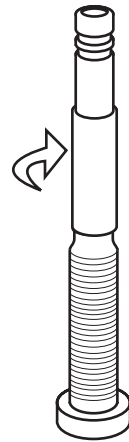

Figure 47. Vissez le prolongateur sur la valve en le tournant dans le sens des aiguilles d'une montre.
3. Vissez le prolongateur externe sur la valve en le tournant à la main avec fermeté dans le sens horaire. Avis : Ne serrez pas excessivement car cela pourrait endommager le prolongateur (Figure 47).